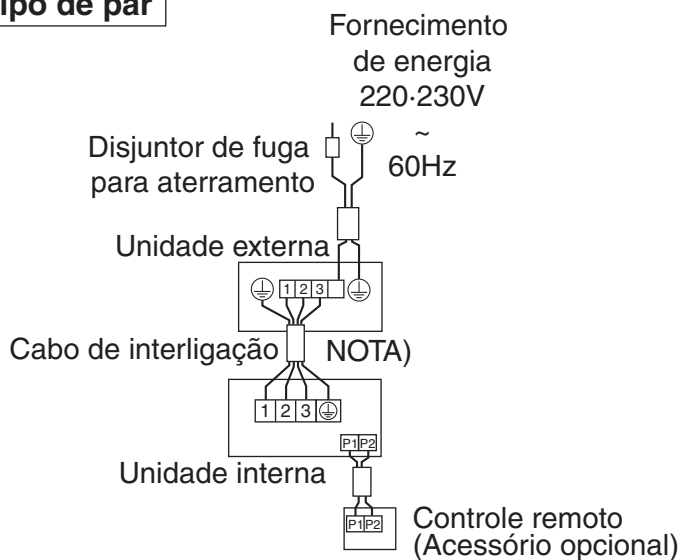

Fig. 27
- **Tipo de par:** 1 controle remoto controla 1 unidade interna. (sistema padrão) **(Consulte a Fig. 27)**